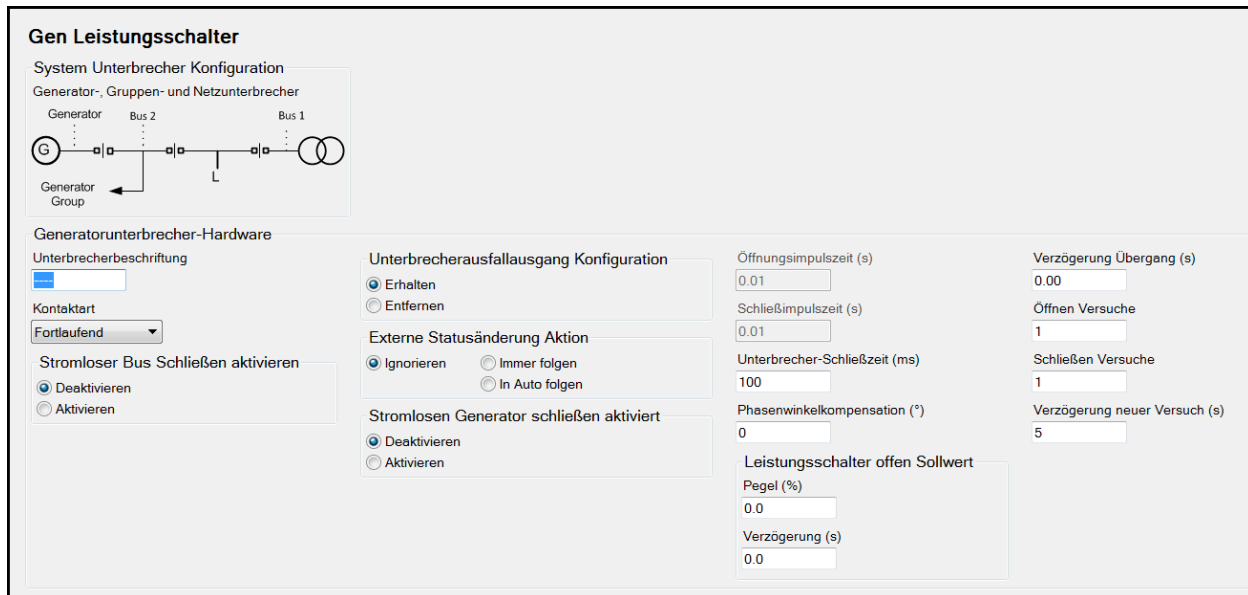

Abbildung 13-6. Einstellungs-Explorer, Unterbrechermanagement, Unterbrecherhardware
6. Öffnen Sie das Fenster *Generatorunterbrecherhardware* im *Einstellungs-Explorer* unter *Unterbrechermanagement, Unterbrecherhardware*. Geben Sie in diesem Fenster die Einstellungen für die folgenden Parameter ein. Siehe Abbildung 13-6.